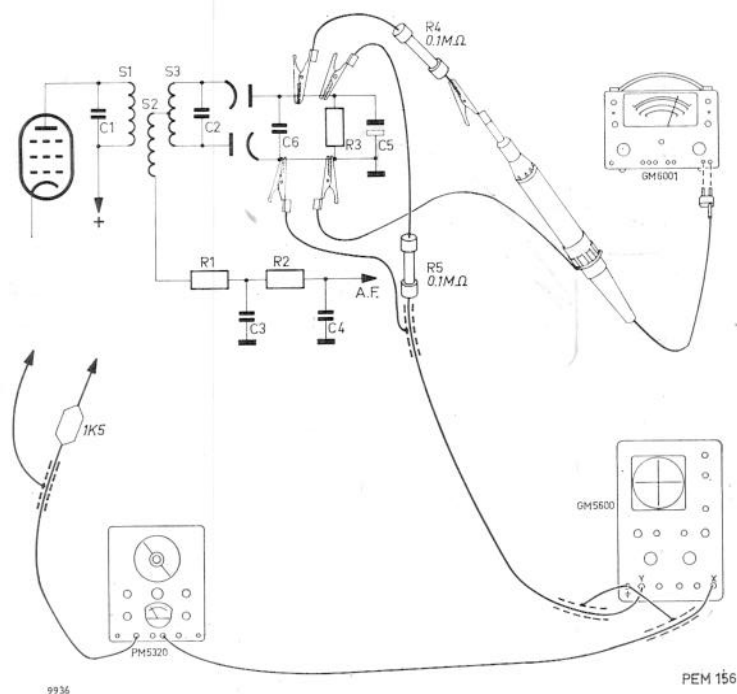

Fig. 20. Dynamische afregeling van een FM-ontvanger
b. Aansluiten van de meetinstrumenten (zie fig. 20)
1. Sluit de buisvoltmeter via een weerstand van  $0,1 \text{ M}\Omega$  (R4, fig. 20) aan over de weerstand R3 van de detectorschakeling. Stel de voltmeter in op een meetgebied van  $-3 \text{ V}$  gelijkspanning.
6. Soldeer de elektrolytische condensator in de ratiodetector-schakeling los (C5, fig. 20).
9. Sluit de elektrolytische condensator (C5, fig. 20) weer aan. Regel de kern van de secundaire kring van het laatste m.f.-bandfilter (discriminator) op maximale uitslag van de wisselspanningsmeter. De uitslag van de buisvoltmeter moet weer kleiner zijn dan  $-3$  V, zodat eventueel de uitgangsspanning van de generator moet worden verminderd.
*Controle van de discriminator-kromme* – Sluit de oscillograaf aan over de condensator C4 (fig. 20). Het midden van het rechte deel van de zichtbaar geworden kromme moet liggen op de lijn EF (fig. 24).
10. Soldeer de elektrolytische condensator (C5 fig. 20) los. Regel de kernen van de overige bandfilters op maximale tophoogte van de kromme, in de volgorde die in de trimitabel is aangegeven (kromme I, fig. 23). De doorlaatkromme moet hierbij steeds symmetrisch zijn opzichte van het midden van het scherm (lijn EF, kromme II, fig. 23). Bij het afregelen moet de uitgangsspanning van de generator zodanig worden ingesteld, dat de spanning aan de buisvoltmeter steeds ca  $-3$  V is.
11. *Controle van de AM-onderdrukking* – Soldeer de elektrolytische condensator (C5, fig. 20) weer vast. Plaats de AM-schakelaar (SK4) van de PM 5320 in de stand „1 kHz”. Het beeld op het scherm van de oscillograaf zal een sinusvormige modulatie vertonen. De amplitude hiervan varieert van nul in het midden van de discriminator-kromme tot een bepaalde waarde (aan het einde van het rechte stuk). De AM-onderdrukking is voldoende wanneer deze laatste amplitude kleiner is dan  $1/10$  van de hoogte van de kromme.
1. Sluit de buisvoltmeter via een weerstand van  $0,1 \text{ M}\Omega$  (R4, in fig. 20) aan over de weerstand R3 van de discriminatorschakeling. Stel het meetgebied van de buisvoltmeter in op  $-3 \text{ V}$  gelijkspanning.